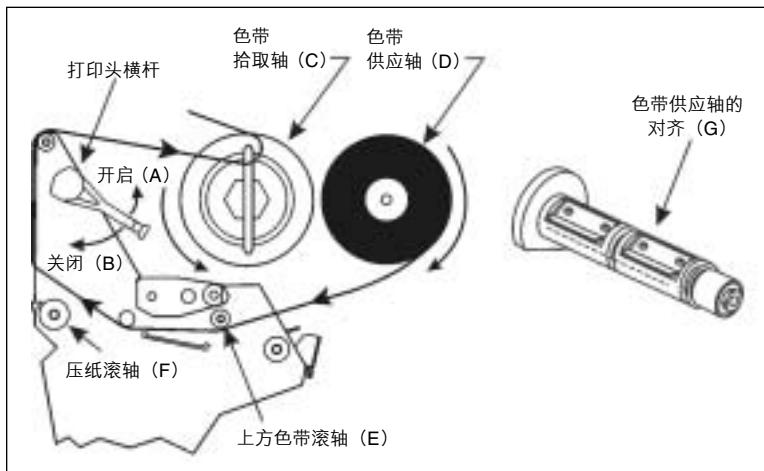
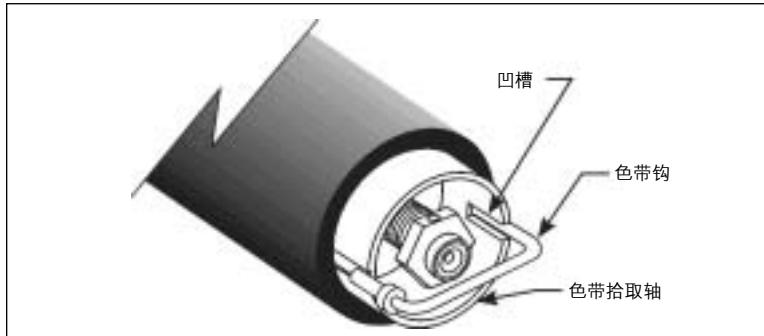

图 7
图 8
请参考图 7。
装载色带时，请确认色带的卷芯已靠紧「色带供应轴」的档圈（图 7-D）。请勿使用比介质还要窄的色带。
1. 对齐「色带供应轴」的各个分段（图 7-G）。
2. 把「色带卷」装在「色带供应轴」上（图 7-D）。
4. 开启打印头（图 7-A），将引头与连接的色带穿过打印装置，位于「上方色带滚轴」（图 7-E）之下，并穿过「压纸滚轴」（图 7-F）。
5. 在把色带卷绕在「色带拾取轴」（图 7-C）上之前，请确认色带钩安装正确。色带钩应当如图 8 所示配合适度。
6. 把色带（含引头）绕在「色带拾取轴」（图 7-C）上，并逆时针方向旋转几圈。
7. 关闭打印头（图 7-B）。